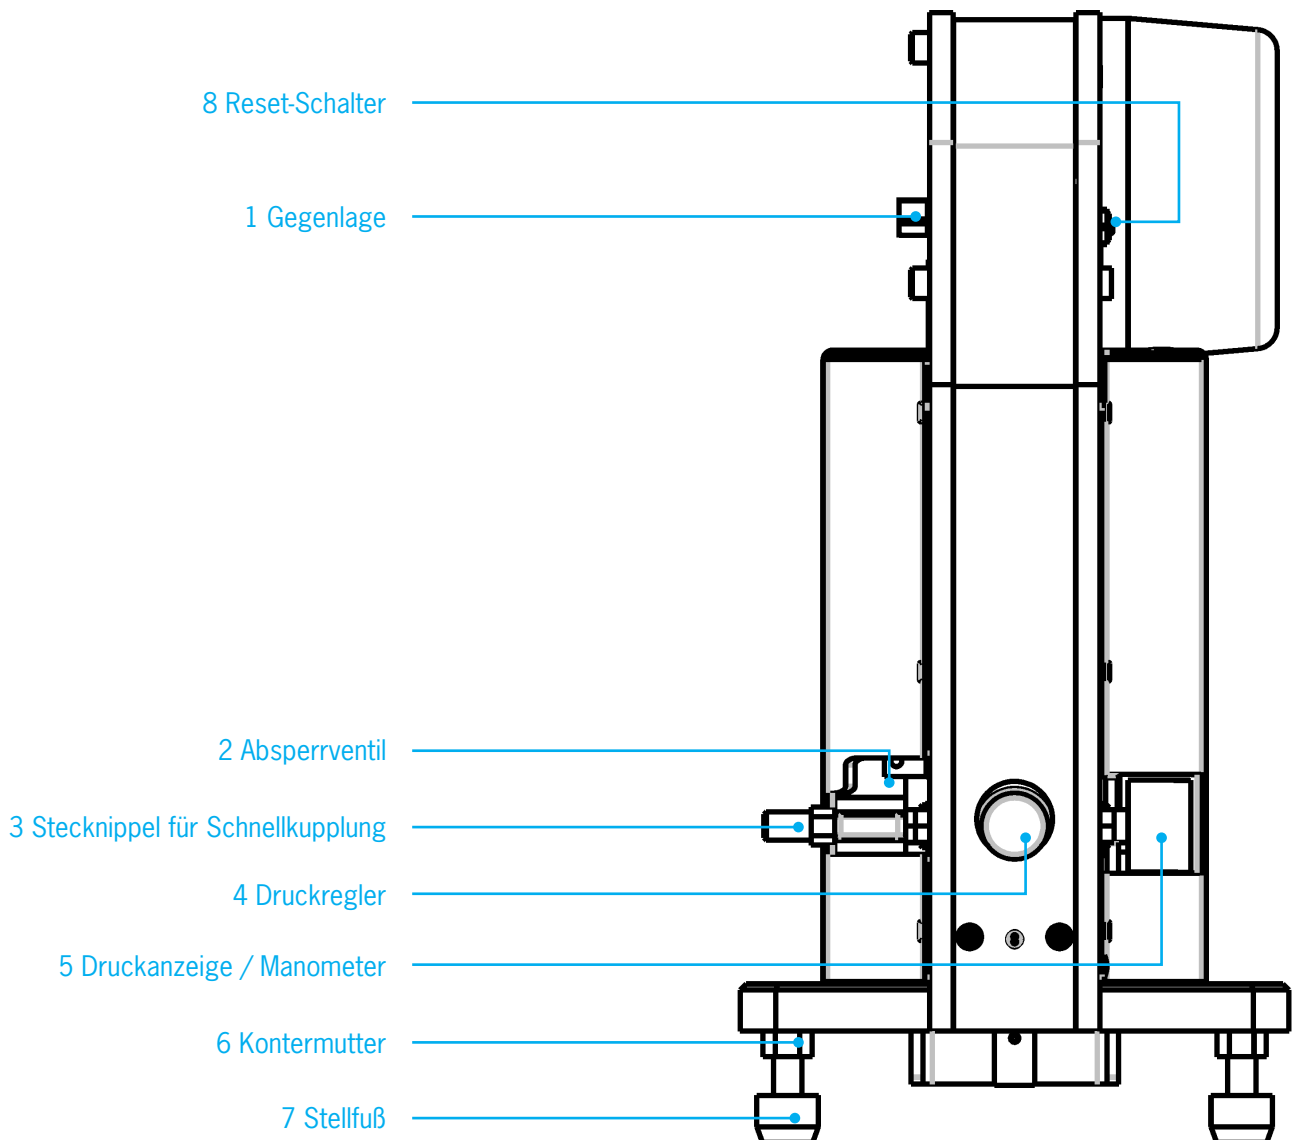
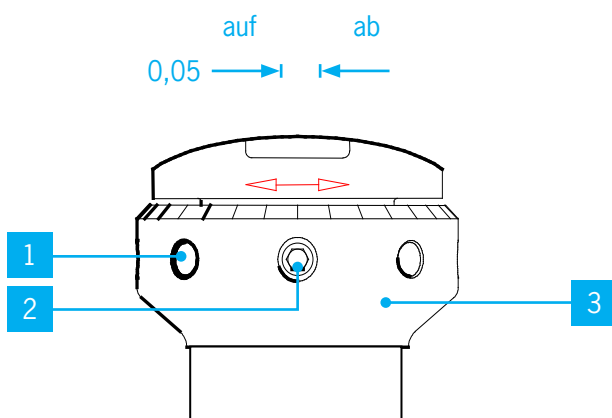

Abb. 2
Abb. 6
1. Die Maschine ist am endgültigen Standplatz zu platzieren. Sie wird mittels der Stellfüße Abb. 2/7 ausgerichtet und die waagerechte Einstellung mit den Kontermuttern Abb. 2/6 gesichert. Es ist auf einen sicheren Stand des Gerätes zu achten!
2. Versorgungsleitungen für Druckluft anschließen. Der eingebaute Druckregler Abb. 2/4 ist vom Werk aus eingestellt und begrenzt den Druck auf max. 6 bar. Dabei ist zu beachten, dass der Anschlusschlauch der Druckluft ordnungsgemäß verlegt ist. Für einen sicheren Betrieb muss der Luftdruck zwischen 5 - 6 bar sein.
- Absperrventil Abb. 2/2 öffnen, Druckluft anschließen, Maschine fährt in Ausgangsstellung, das obere Crimpeinsatz, sowie das Schutzunter- und Schutzoberteil fahren ebenfalls in die Ausgangsstellung
- Luftzufuhr mittels Absperrventil Abb.2/2 unterbrechen; Maschine von Druckluft trennen, Absperrventil wieder öffnen, Schutz von Hand öffnen
- Entlüften der Maschine durch Betätigen RESET Abb.2/8
- Luftzufuhr mittels Absperrventil Abb.2/2 unterbrechen; Maschine von Druckluftzufuhr trennen, Absperrventil wieder öffnen, Schutz von Hand öffnen
- Absperrventil öffnen Abb.2/2
- die Maschine über den RESET-Taster Abb.2/8 entlüften, dabei schließt sich der Sicherheitsschutz automatisch
- Luftzufuhr mittels Absperrventil Abb. 2/2 unterbrechen, Maschine von Druckluft trennen, Absperrventil wieder öffnen
- Entlüften der Maschine durch Betätigen von RESET Abb. 2/8
- Aufeinanderfahren von Ober- und Unterteil durch Drehen der Gegenlage Abb. 2/1
- mit Maulschlüssel SW 12 (dabei RESET Abb. 2/8 gedrückt halten) bis Skala und Zustellinformationen sichtbar sind Abb. 6
- Druckschraube Abb. 6/2 mit Innensechskantschlüssel SW 2,5 mm lösen
- über den Stellring Abb. 6/3 die gewünschte Maßkorrektur vornehmen. Zum Verdrehen die Hilfsbohrungen Abb. 6/1 verwenden
- Nach erfolgter Korrektur ist der Stellring Abb. 6/3 durch die Druckschraube Abb. 6/2 zu sichern (Um 180° versetzt befindet sich eine weitere Druckschraube. Zum sicheren Klemmen muss nur eine Druckschraube, und zwar die jeweils für den Bediener erreichbare Druckschraube, angezogen werden.); Absperrventil schließen, Maschine an Druckluftzufuhr anschließen
- Absperrventil Abb. 2/2 öffnen